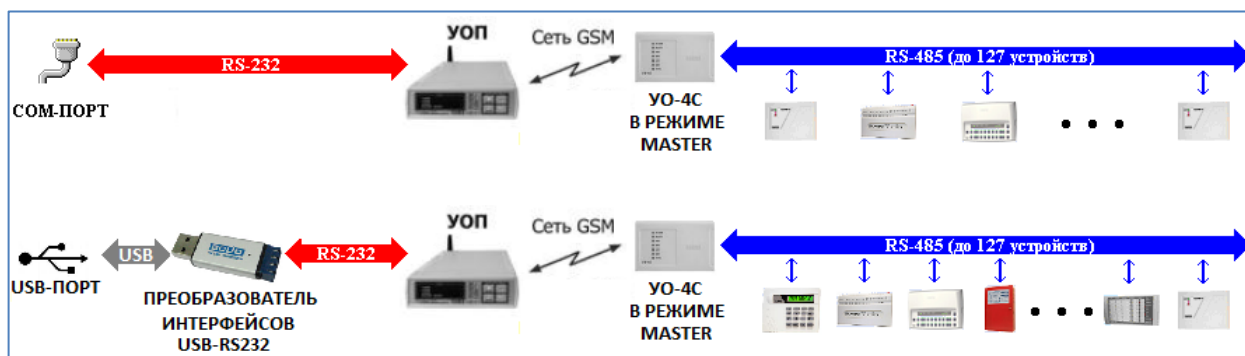

Рисунок 1-12 Подключение приборов для трансляции в АРМ "Орион Про" их событий. Протокол "Орион"
- Подключение приборов для трансляции в АРМ «Орион Про» их событий. Протокол «Орион» (см. Рисунок 1-12). В этом случае «УО-4С» ведет опрос подключенных к нему приборов и транслирует их события в АРМ «Орион Про»;